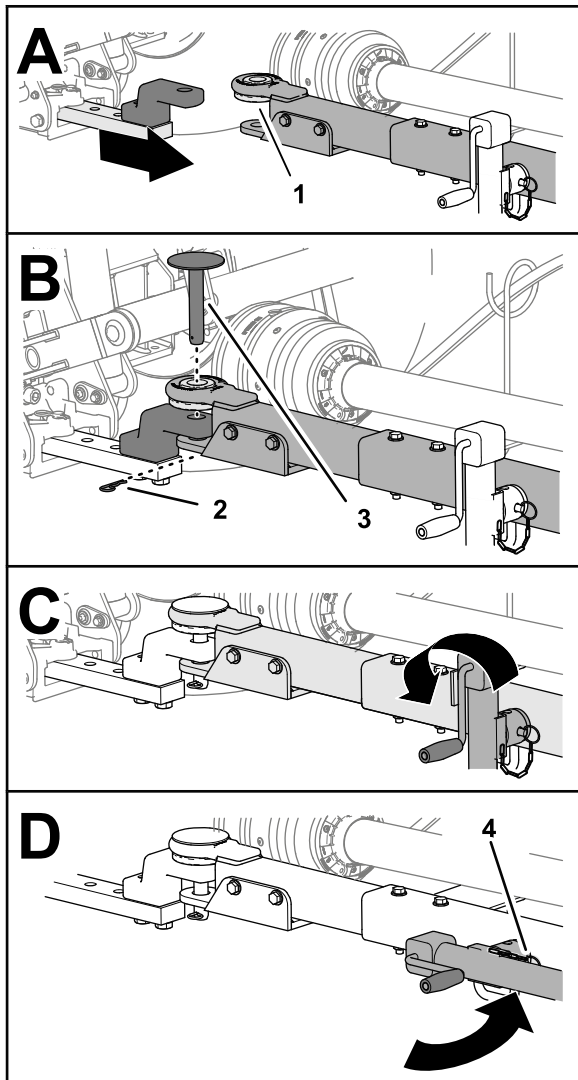

Figure 23
d'attelage dans les trous de la barre de remorquage et de la barre d'attelage et fixez la goupille avec la goupille fendue (Figure 23).
6. Relevez entièrement le cric (Figure 23).
7. Déposez la goupille qui fixe le cric à la barre de remorquage, faites pivoter le cric à l'horizontale et fixez le cric à la barre de remorquage à l'aide de la goupille (Figure 23).